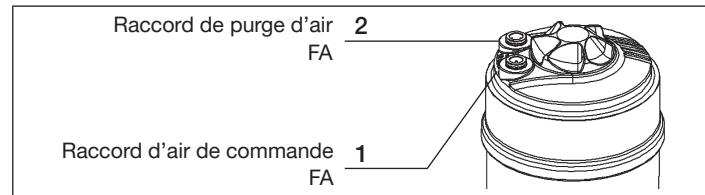

Fig. 4 : Raccordement pneumatique
- Relier le fluide de commande au raccord d'air de commande 1 de l'actionneur (voir „Fig. 4“).
- Insérez le silencieux dans le raccord de purge d'air libre 2 (voir „Fig. 4“).